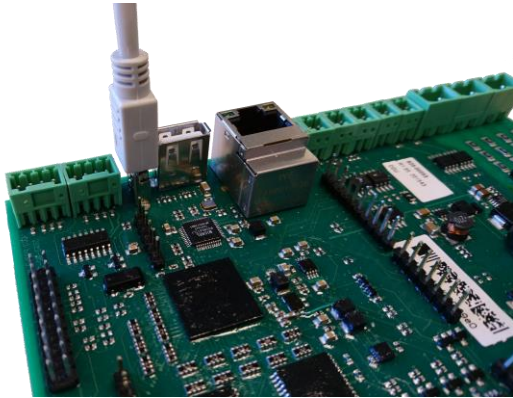

Bild 1.1: USB-kontakt ansluten till CCU.
2. Anslut mini-B USB-kontakten till CCU-kortet, se bild 1.1.